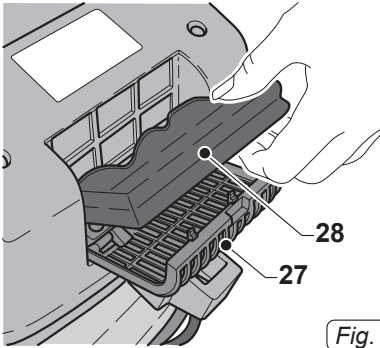

Fig. 19
- Удалить прокладку фильтра (28 Рис.19) из створки (27 Рис. 19) и очистить ее с помощью струи воздуха.